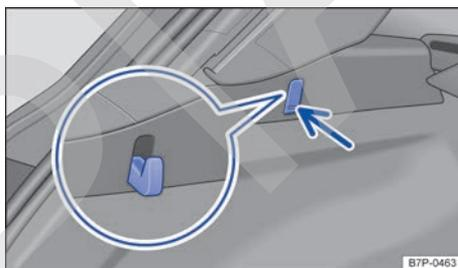

Fig. 127 En el lado izquierdo del maletero: gancho para bolsas.
En el lado izquierdo del maletero puede haber un gancho extraíble → fig. 127 en el que pueden fijarse bolsas con compras ligeras.
- Presione sobre la parte inferior del gancho → fig. 127 (flecha) y extráigalo.